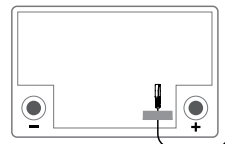

Figura 4
Il sensore della temperatura esterna regolerà la tensione di carica in base alla temperatura effettiva della batteria di servizio. La tensione di carica viene ridotta a temperature più elevate e viene aumentata a temperature più basse. Se possibile, il sensore di temperatura dovrebbe essere collegato alla batteria di servizio o il più vicino possibile a essa. (vedere figura 4)
6. Utilizzare del nastro (vedere la Figura 4) per fissare il sensore di temperatura su una superficie piana pulita sopra la batteria di servizio. Posizionare il sensore il più vicino possibile al terminale positivo.